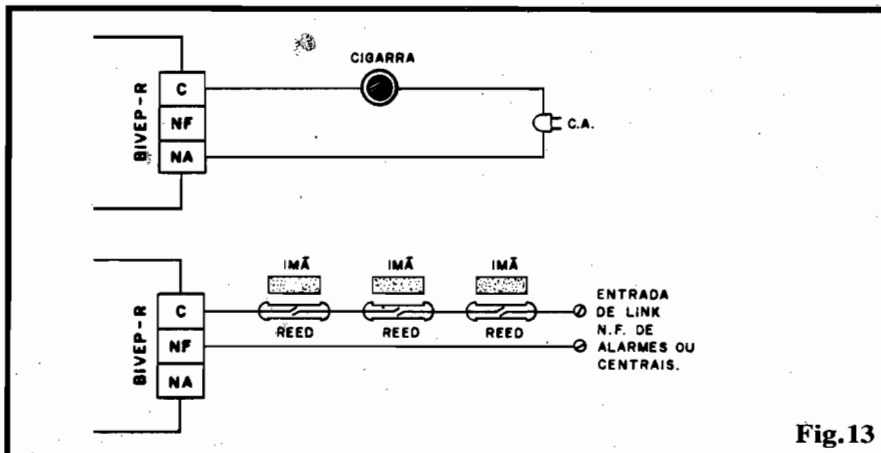

Fig.13
- FIG. 13 - A UTILIZAÇÃO PRÁTICA DOS TERMINAIS DE SAÍDA DA BIVEP - O aproveitamento dos terminais de utilização presentes no BIVEP-R nos parece direto e claro, não merecendo explicações excessivamente detalhadas... Entretanto, sempre considerando os limites de 2A na Corrente e cerca de 200W na Potência (mais do que suficientes para a maioria das finalidades...), aí vão algumas sugestões: (13-A) para fazer soar uma campainha (cigarra) quando alguém "romper" a barreira, basta intercalar a cigarra com os pontos "C" e "NA", ligando o conjunto diretamente a C.A. local. Se, por acaso, o dispositivo sonoro for uma buzina/sirene capaz de trabalhar sob 12 VCC, nada impede que a mesma fonte que alimenta o dispositivo energize, também os próprios módulos da BIVEP... A capacidade de Corrente de tal fonte, contudo, deve ser equivalente à soma de 500mA com a Corrente requerida pelo tal dispositivo sonoro... Outra possibilidade (13-B) é simplesmente incorporar a saída da BIVEP a um link de sistema de alarme já existente (como a excelente MAXI-CENTRAL DE ALARME RESIDENCIAL, cujo projeto mostramos em APE nº 12...). Nesse caso, como normalmente tais links são do tipo composto por sensores NF (conjuntos REED/Imã, quase sempre...), bastará intercalar os terminais "C" e "NF" do BIVEP-R ao elo, para que, automaticamente, a barreira infra-vermelha passe a fazer parte da rede e proteção controlada pe-